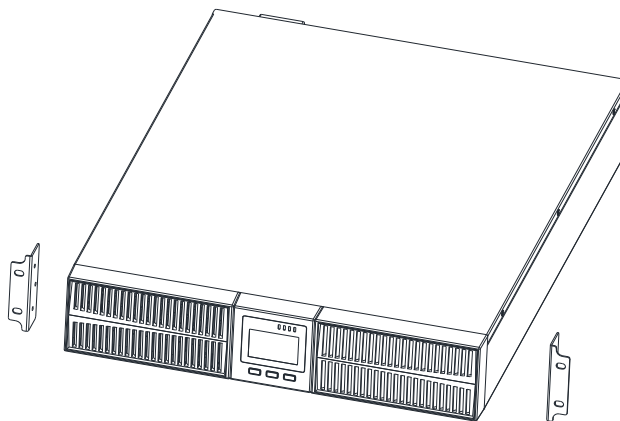

Рис.2-6 Кронштейны для установки
1. Выньте два кронштейна и шесть винтов М4 из принадлежностей и закрепите кронштейны на ИБП с помощью винтов через монтажное отверстие, как показано на рис. 2-6.